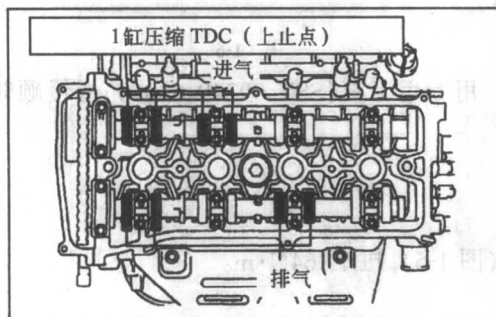
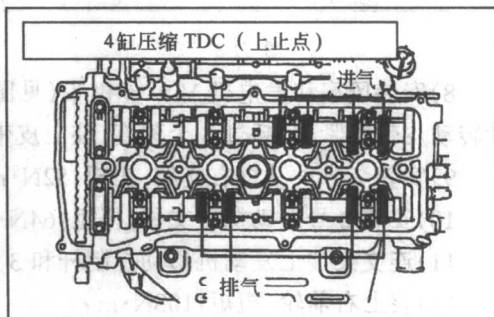

图 1-9
图 1-10
(1) 检查图 1-9 所示的气门间隙。用厚薄规测量气门挺柱与凸轮间的间隙, 记下超过标准的间隙值, 用于计算更换的垫片厚度。气门间隙标准(冷), 进气门: $0.19 \sim 0.29\text{mm}$, 排气门: $0.30 \sim 0.40\text{mm}$ 。
(2) 顺时针转曲轴一圈(360°), 让 4 缸处于压缩 TDC(上止点)位置。
(3) 检查图 1-10 所示气门间隙。用厚薄规测量气门挺柱与凸轮间的间隙, 记下超过标准的间隙值, 用于计算更换的垫片厚度, 气门间隙标准(冷), 进气门: $0.19 \sim 0.29\text{mm}$, 排气门: $0.30 \sim 0.40\text{mm}$ 。